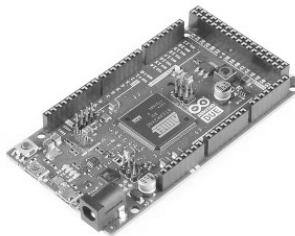

Figura 1.31
**Arduino Due** (Figura 1.31) es el modelo más potente de las placas Arduino. Está basado en un potente microcontrolador **SAM3X8E ARM Cortex-M3** que incorpora todas las funcionalidades clásicas de Arduino y añade otras nuevas. Ofrece un total de 54 pines de entrada/salida (12 de las cuales son PWM con resolución configurable) 12 entradas analógicas con una resolución de 12 bits, 4 puertos UART por *hardware* y dos convertidores DAC (digital a analógico), un resonador de cuarzo de 84 MHz, dos conexiones USB (uno de programación y otro que puede actuar como USB Host). También incluye los pines de programación ICSP y JTAG. El voltaje máximo de los pines es de 3,3 V por lo que hay que tener precaución y no conectar dispositivos de 5 V ya que podrían dañar la placa.